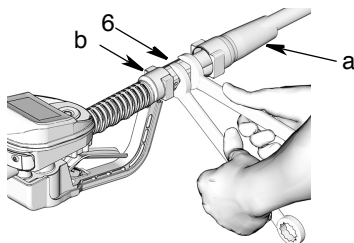

图 7
2. 将旋转套 (a) 在软管上向后移，小头先进入旋转接头 (6)（图 7）。
3. 在软管接头的阳螺纹上涂一层螺纹密封剂。将软管接头 (b) 拧入计量分配阀旋转接头 (6)。使用两个扳手拧紧固定（图 7）。